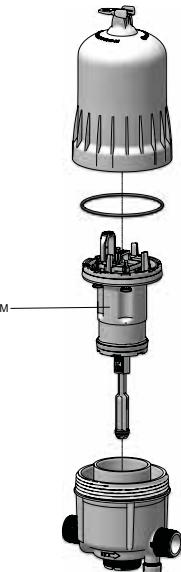

Fig. 29
- Dévisser le couvercle à la main (Fig. 29) et le retirer.